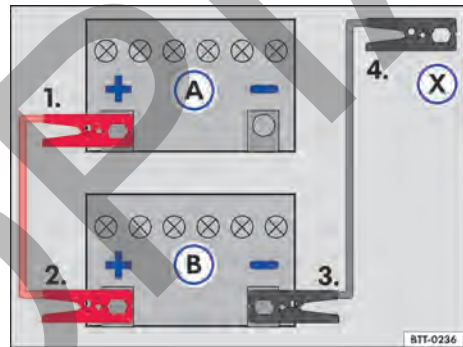

Fig. 179 Esquema para la conexión de los cables auxiliares de arranque: batería del vehículo descargada (A) y batería del vehículo que provee la corriente (B).
Leyenda para → fig. 179:
Conectar el cable de arranque auxiliar solo en la secuencia **1 - 2 - 3 - 4** → fig. 179.
- Conectar una extremidad del cable auxiliar de arranque *rojo* al polo positivo (+) del vehículo con la batería del vehículo descargada → fig. 179 (A) → ▲.
- Conectar el otro extremo del cable de arranque auxiliar *rojo* al polo positivo (+) del vehículo que suministra corriente (B).
- Conectar un extremo del cable de arranque auxiliar *negro* al polo negativo de la batería del vehículo que suministra la corriente (B).
- Conectar el otro extremo del cable de arranque auxiliar *negro* (X) al vehículo con la batería descargada en un punto de ayuda al arranque (punto de puesta tierra) o una pieza de metal atornillada firmemente al bloque del motor, sin embargo, no cerca de la batería (A) → ▲.